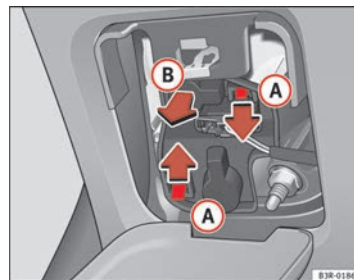

Fig. 221 Dépose du support d'ampoules
- Appuyez sur les languettes **(A)** ⇒ page 292, fig. 221 dans le sens des flèches et retirez le support d'ampoules en tirant dans le sens de la flèche **(B)**.